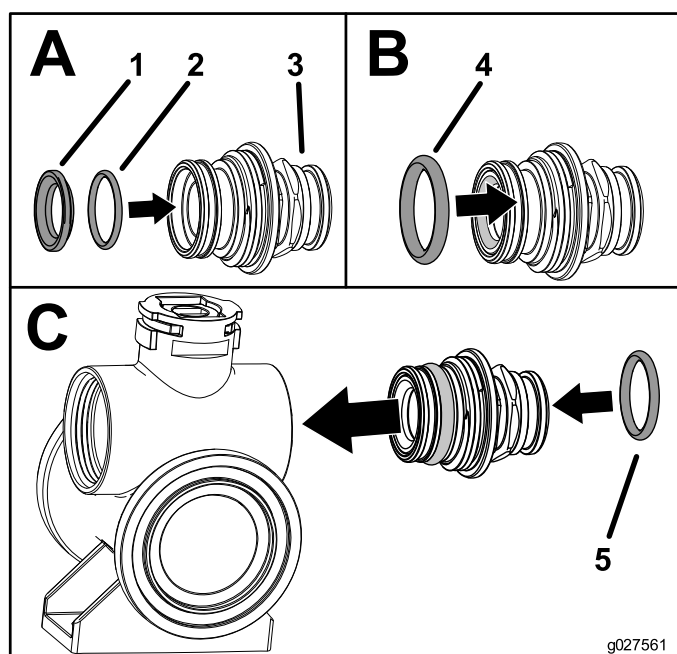

Figura 6
6. Instale la junta tórica trasera y el asiento de la válvula en el conector del extremo (Figura 6, A).
7. Instale la junta tórica del extremo en el conector del extremo (Figura 6, B).
8. Inserte el conjunto del conector en el cuerpo de la válvula hasta que la brida del conector del extremo toque el cuerpo de la válvula; luego gire la válvula 1/8 a 1/4 vuelta más (Figura 6, C).
9. Instale la junta tórica del conector de salida en el conector de la manguera (Figura 6, C).